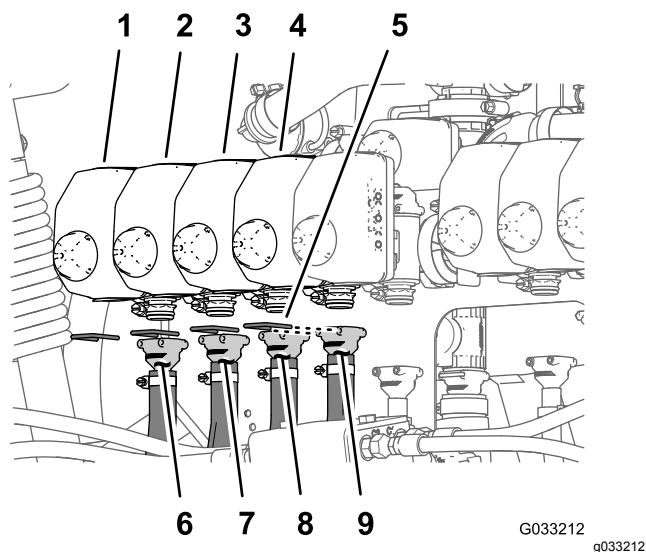

图103
注意 请参阅 将软管安装到喷嘴阀 1 至 4 (页码 40) 中的 图103、 将软管安装到喷嘴阀 5 和 6 (页码 40) 中的 图104 和 将软管安装到喷嘴阀 7 至 10 (页码 40) 中的 图105 了解喷嘴位置。
1. 将 279cm 供水软管的直通宝塔接头安装到喷嘴阀 1 的连接器上 图103。
2. 用卡环 图103 将宝塔接头固定在连接器上。
3. 将 234cm 供水软管的直通宝塔接头安装到喷嘴阀 2 的连接器上 图103。
4. 用卡环 图103 将宝塔接头固定在连接器上。
5. 将 188cm 供水软管的直通宝塔接头安装到喷嘴阀 3 的连接器上 图103。
6. 用卡环 图103 将宝塔接头固定在连接器上。
7. 将 188cm 供水软管的直通宝塔接头安装到喷嘴阀 4 的连接器上 图103。
8. 用卡环 图103 将宝塔接头固定在连接器上。